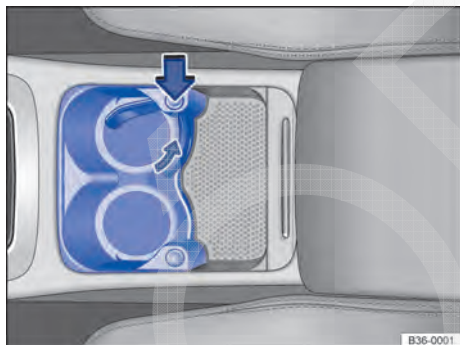

Fig. 203 No console central: porta-copos dianteiro.
- Apertar o botão ⇒ Fig. 203 (seta grande) para liberar o suporte.
- Desrosquear o engate do suporte de sua fixação, girando no sentido contrário ao da seta menor ⇒ Fig. 203 e removê-lo.